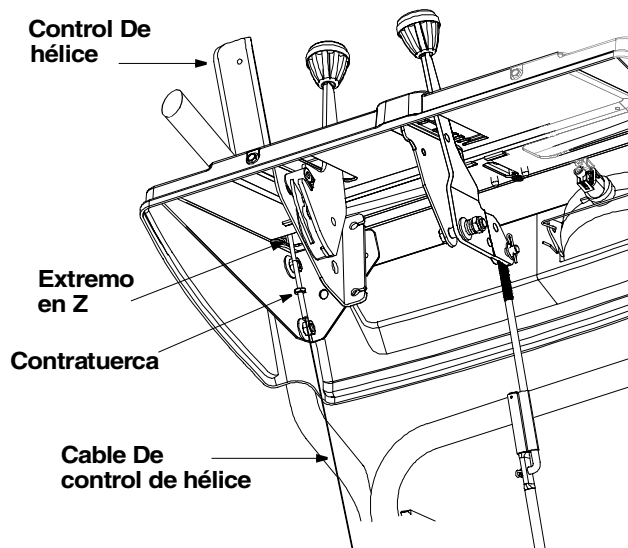

Figura 15
- Para inspeccionar el ajuste del control de la hélice, empuje hacia adelante sobre la empuñadura izquierda del embrague hasta que esté comprimido el amortiguador de goma. Debe haber exceso en el cable del embrague. Vea la Figura 15.